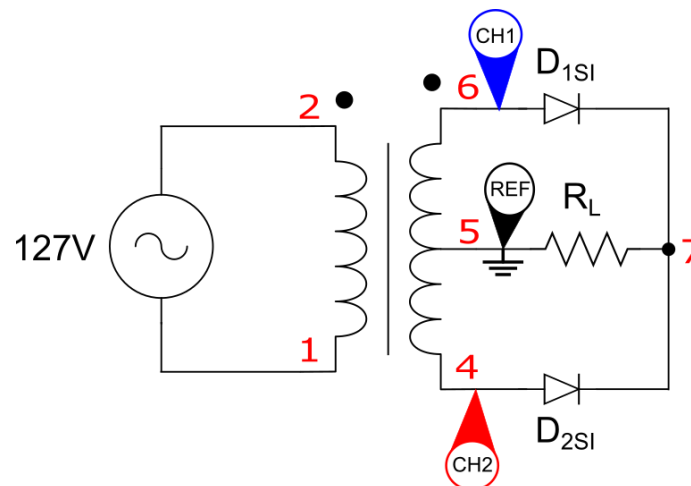
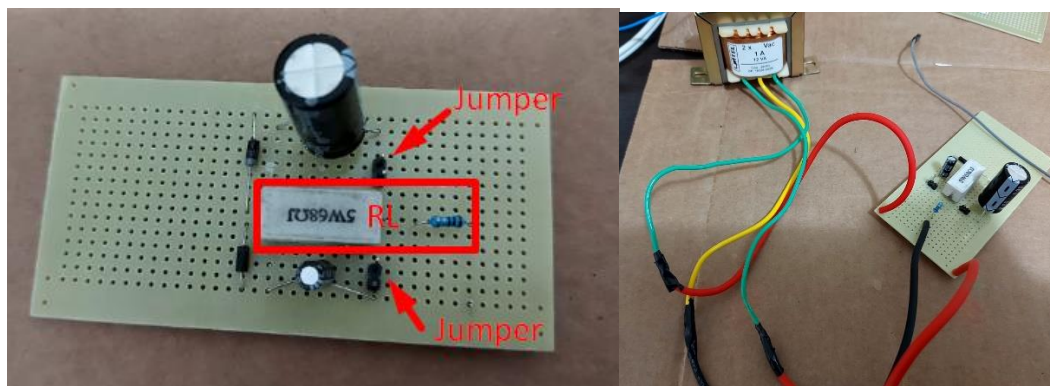

Figura 1: Circuito 1 - retificador de onda completa: medida de tensões do secundário.
Figura 2: Exemplo de circuito em placa perfurada. Os jumpers serão usados para conectar os capacitores da próxima seção
- 4.1. Use o circuito da Figura 1 montado previamente na placa perfurada (ex. Figura 2), admita que R_L pode ser $R_L + 1\Omega$ (o qual irá utilizar no próximo circuito), e verifique os seguintes itens antes de ligar:
- 4.4. Conecte os canais CH1 e CH2 como mostra na Figura 1. Os terminais do osciloscópio **GND da ponteira CH1 e da ponteira do CH2 deverão estar SEMPRE NO MESMO POTENCIAL**. Não anule o terminal de GND de nenhuma ponta de prova (veja a Figura 1).
- 4.6. Ligue o circuito, realize as medidas V_{65} e V_{45} como mostrado na Figura 1 e reporte na Tabela 4. Faça o print da tela.